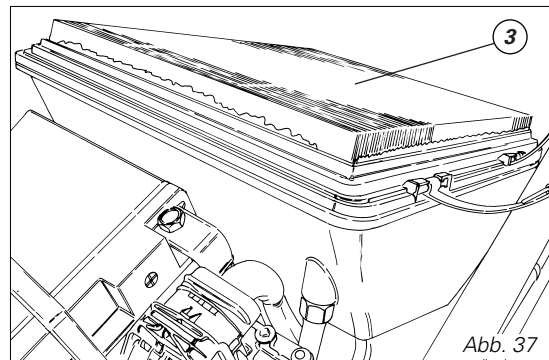

Abb. 37
Die Befestigungsklammern (1) des Deckels an beiden Seiten des Filterkastens aushaken, dann den Deckel (2) abnehmen. Den Filtereinsatz (3, Abb. 37) entfernen und austauschen.